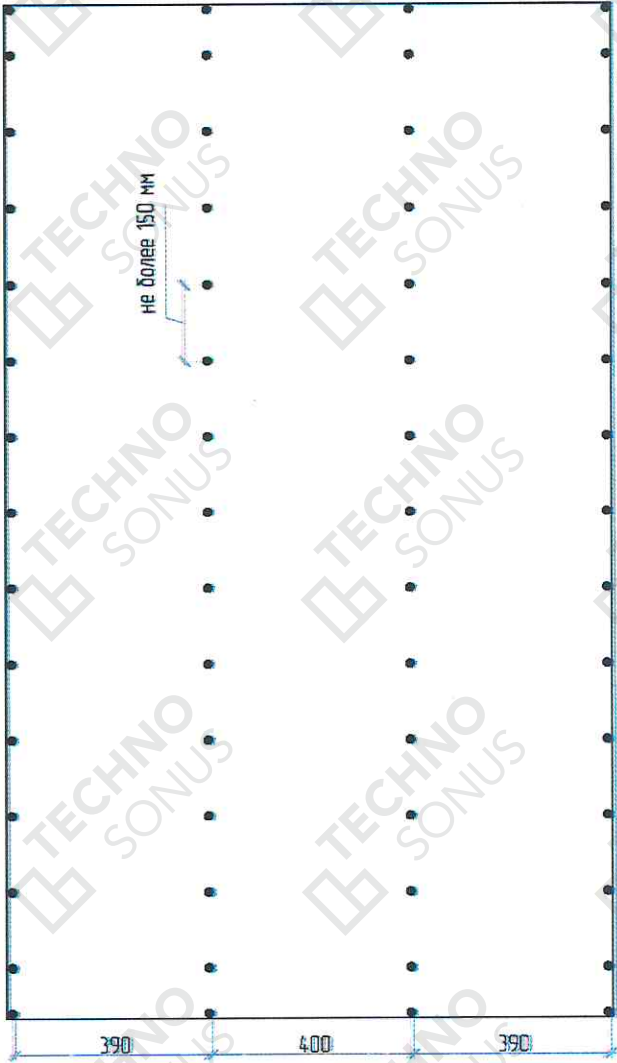

Рисунок 21 – Схема расположения саморезов на финишном слое АкустикГипс ГКЛЗ
6.14. Установить и закрепить финишный слой листов АкустикГипс ГКЛЗ. Шаг саморезов не более 15 см по основному профилю (рисунок 21). Первый лист не должен начинаться с утоненной кромки от угла и не должен заканчиваться ей же. Стыковка листов АкустикГипс ГКЛЗ возможна только по